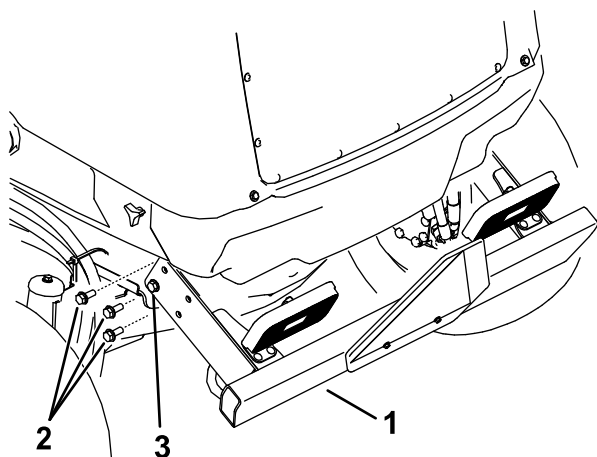

Figure 110
- Retirez les 3 vis à embase de chaque côté du pare-chocs arrière, comme montré à la Figure 110.
embase qui fixent le pare-chocs arrière au cadre (Figure 110).